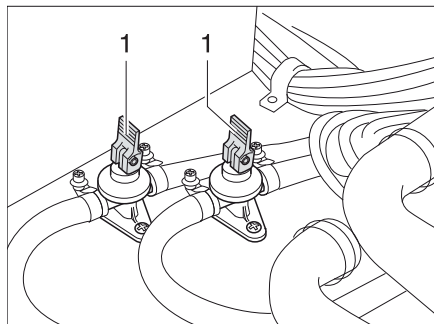

Fig. 128 Robinets de vidange
- Fermer les robinets de vidange. Placer les leviers à bascule (Fig. 128,1) en position horizontale.
- Ouvrir les robinets de vidange (Fig. 128). Pour cela, placer les leviers à bascule (Fig. 128,1) en position verticale. Le chauffe-eau est vidé à l'extérieur par le biais des robinets de vidange.